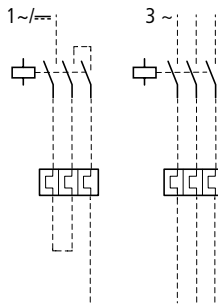

Abbildung 11: Hauptstromverdrahtung
► Verdrahten Sie die Motorleitungen wie in Abb. 11 angegeben.